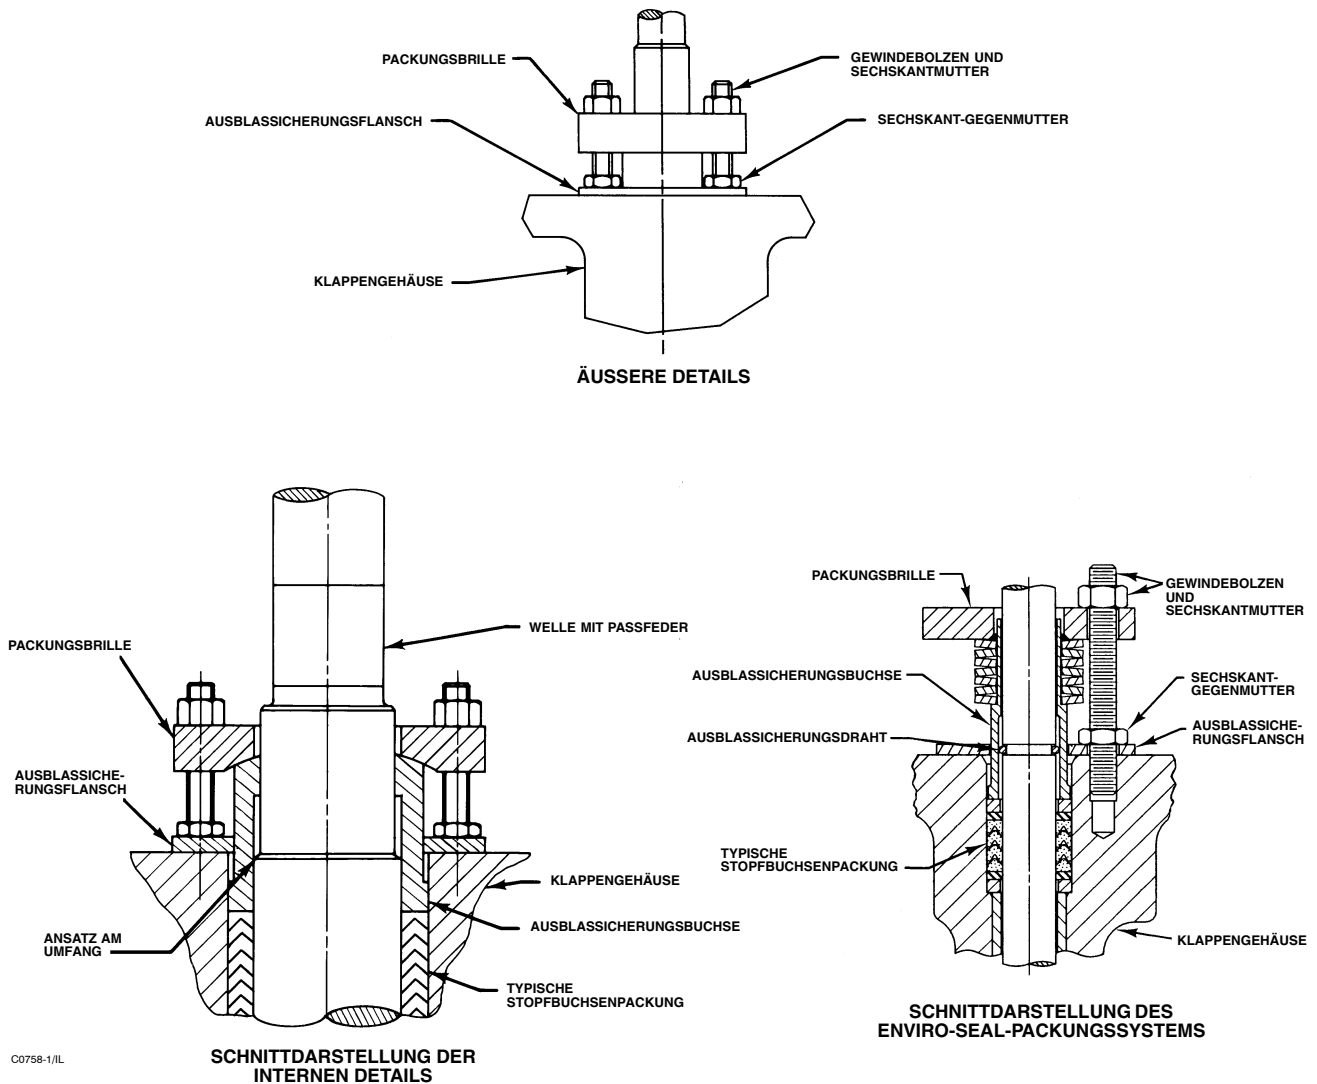

Abbildung 7. Einzelheiten der Ausblassicherung
2. Die Sechskant-Gegenmutter (Pos. 17) abschrauben und den als Ausblassicherung dienenden Flansch (Pos. 10) abnehmen. Die Packungsbrille (Pos. 12) entfernen. Einzelheiten zu den Teilen der Ausblassicherung sind in Abbildung 7 dargestellt.
- a. **PTFE- oder Graphitpackung:** Die Sechskantmutter (Pos. 15) abschrauben und die Packungsbrille (Pos. 11) abziehen. Die Sechskant-Gegenmutter (Pos. 17) abschrauben und den Ausblassicherungsflansch (Pos. 10) abnehmen. Die Ausblassicherungsbuchse (Pos. 12) ausbauen. Abbildung 7 als Bezug verwenden.